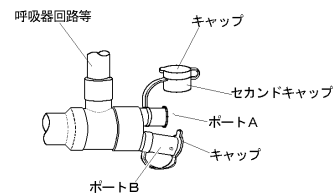

図5.
- ④気管支鏡やサクションチューブ等を同時に挿入する際(緊急時等)は、ポートAのセカンドキャップを外すこと。[複数の機器挿入は、気管内チューブの内腔が狭くなる] (図5参照)